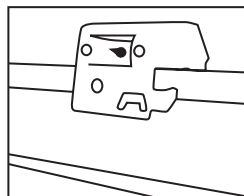

Figura 12
Paso 3. Ponga el marco en su posición y presione la barra colgante con la muesca para Barras-T integrada en las Barras-T (Figura 12). Trabe en su lugar. Se proporcionan agujeros adicionales para asegurar con alambre o con tornillos, si se desea.